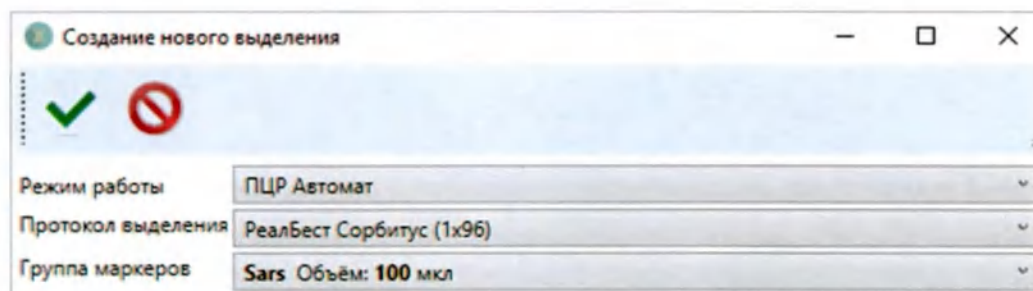

Рис. 25. Диалоговое окно выбора параметров выделения.
6.4.2. Выберите во всплывающем диалоговом окне параметры выделения: *Режим работы*, *Протокол выделения*, *Группу маркеров*, и нажмите кнопку  (Рис. 25).